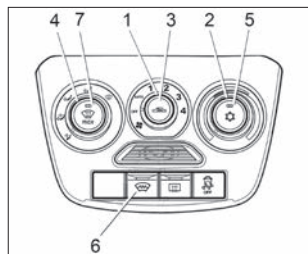

Рис. 39. Блок управления климатической системой (в варианном исполнении)
2. Включите вентилятор, установив **рукоятку 1** (см. рис. 39) в одно из положений «1», «2», «3» или «4».
Для установки желаемой температуры воздуха в салоне поверните **рукоятку 2** (см. рис. 39) по часовой стрелке для повышения, против часовой стрелки для понижения. Температура будет поддерживаться автоматически в пределах производительности климатической установки и установленного допуска.
2. Поверните **рукоятку 2** (см. рис. 39) против часовой стрелки в левое положение до упора (синяя точка на блоке управления).
4. **Рукояткой 1** (см. рис. 39) включите максимальную скорость вентилятора климатической установки (положение «4»).
С помощью **рукоятки 2** (см. рис. 39) можно установить желаемую температуру воздуха в салоне. Климатическая система будет автоматически поддерживать установленную температуру воздуха в салоне в пределах производительности климатической установки и установленного допуска.
Для очистки ветрового и передних боковых стекол от запотевания, обмерзания или наружного обледенения в автоматическом режиме установите **рукоятку 1** управления вентилятором климатической системы в положение «АУТО», нажмите **кнопку 7** (см. рис. 39) с символом . Климатическая система автоматически:
Для включения/выключения ЭОВС нажмите **кнопку 6** (см. рис. 39), при включении загорается индикатор на кнопке выключателя. Контрольный световой индикатор, расположенный на кнопке выключателя, будет светиться желтым светом в течение всего времени работы системы электро-